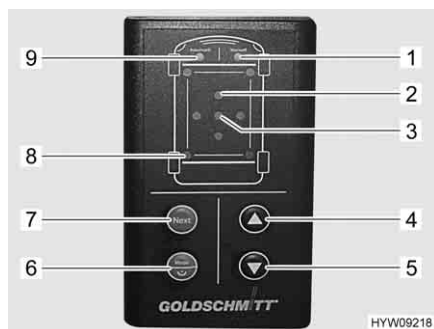

Fig. 40 Elemento di comando (piedini di stazionamento idraulici)
Quando la pendenza del veicolo è troppo elevata, il LED rosso "Inclinazione" (Fig. 40,2) lampeggia. Scegliere posizioni di sosta idonee; qualora non siano adatte, l'utilizzo dei piedini di stazionamento è a proprio rischio e pericolo.
Se a causa di un avvallamento del terreno viene raggiunta la lunghezza massima di uno dei piedini di stazionamento estratti, i LED "Funzionamento manuale" (Fig. 40,1) e "Modalità automatica" (Fig. 40,9) lampeggiano tre volte. In tal caso, chiudere i piedini di stazionamento, posizionare un supporto sotto il piedino interessato e ripetere la procedura.
- Tenere premuto per più di 1 secondo il tasto "On/Off/modalità di funzionamento" (Fig. 40,6). Dopo l'accensione, viene emesso un segnale acustico e il LED "Modalità automatica" (Fig. 40,9) si attiva.
- Premere brevemente il tasto "On/Off/modalità di funzionamento" (Fig. 40,6). La modalità di funzionamento può essere impostata su funzionamento manuale o modalità automatica. Il LED corrispondente (Fig. 40,1 o Fig. 40,9) si illumina.
- Premere il tasto "Apertura" (Fig. 40,5). La procedura di regolazione viene eseguita autonomamente. I LED "Piedino di stazionamento" (Fig. 40,8) lampeggiano quando i piedini di stazionamento sono in movimento. Se il veicolo è dotato di puntelli ribaltabili: Il movimento dei piedini di stazionamento si arresta dopo che questi sono stati ribaltati per consentire di posizionare sotto un supporto. Il LED "Modalità automatica" (Fig. 40,9) lampeggia rapidamente.
- Premere di nuovo il tasto "Apertura" (Fig. 40,5). La procedura di regolazione prosegue.
- Premere il tasto "Chiusura" (Fig. 40,4). I piedini di stazionamento si ritraggono completamente. I LED "Piedino di stazionamento" (Fig. 40,8) lampeggiano quando i piedini di stazionamento sono in movimento.
- In modalità automatica, premere brevemente il tasto "On/Off/modalità di funzionamento" (Fig. 40,6). Il LED "Funzionamento manuale" (Fig. 40,1) si illumina.
- Prestare attenzione ai LED "Inclinazione" (Fig. 40,2). Se un LED è illuminato, significa che il veicolo deve essere sollevato in corrispondenza del lato indicato.
- Premere il tasto "Next" (Fig. 40,7) fino a quando viene selezionato il paio di piedini di stazionamento desiderato. I relativi LED "Piedino di stazionamento" (Fig. 40,8) si illuminano.
- Premere il tasto "Chiusura" (Fig. 40,4) o "Apertura" (Fig. 40,5) fino al raggiungimento della posizione desiderata.
- Premere di nuovo il tasto "Next" (Fig. 40,7) fino a quando viene selezionato un altro paio di piedini di stazionamento. Proseguire con la procedura fino al completo allineamento del veicolo. Il veicolo è allineato quando il LED verde "Posizione ok" (Fig. 40,3) si illumina.
- Premere contemporaneamente i tasti "On/Off/modalità di funzionamento" (Fig. 40,6), "Apertura" (Fig. 40,5) e "Chiusura" (Fig. 40,4) e tenerli premuti per 3 secondi.
- Dopo la conferma acustica e l'illuminazione del LED "Posizione ok" (Fig. 40,3), rilasciare i tasti. La posizione viene salvata come Posizione ok.